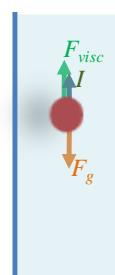

Figura 2: Forças que atuam sobre uma esfera em queda livre num fluido viscoso.
Uma esfera de massa  $m$  e densidade  $\rho_{esf}$ , em queda dentro de um líquido com massa volúmica  $\rho_{liq}$ , fica sujeita à força de atrito ( $F_{visc}$ ), dada pela equação (2), à força gravítica ( $F_g$ ) e à força de impulsão ( $I$ ), como se ilustra na figura 2.